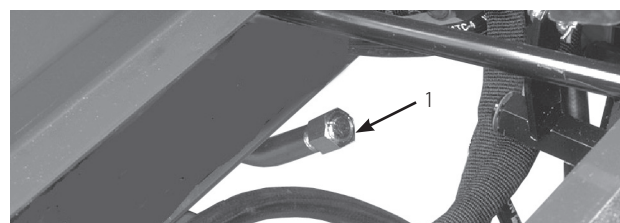

図 17
3. ディップスティック付きキャップを油圧タンク (図17) の補給口に軽く指締める。レンチで締め付ける必要はない。